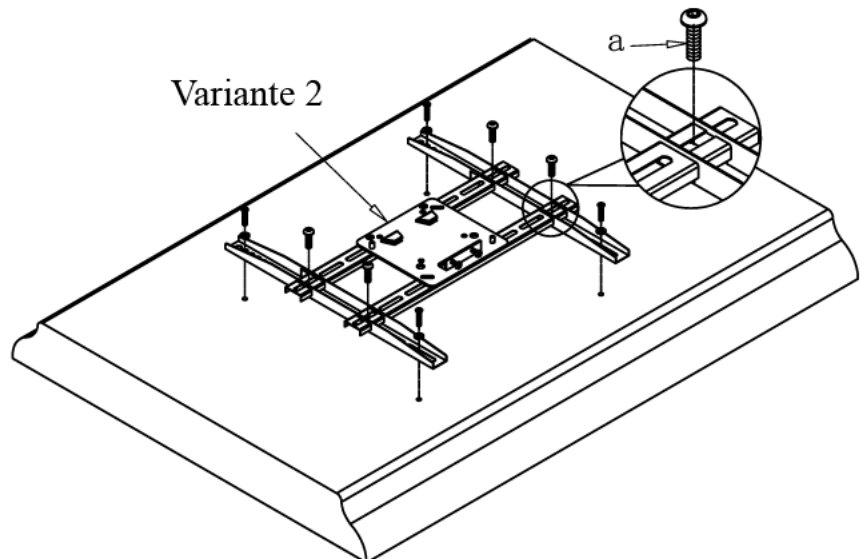

Abb. 8
Variante 2 Legen Sie das Gerät umgekehrt auf eine ebene, weiche Fläche. Schieben Sie die Gerätebügel (C) über die Befestigungslöcher des Gerätes. Schrauben Sie die Bügel mit den Schrauben (a) an die Befestigungsarme. Abschließend verwenden Sie die passenden Geräteschrauben, um Ihr Gerät an den Bügeln zu befestigen. (Abb. 8)